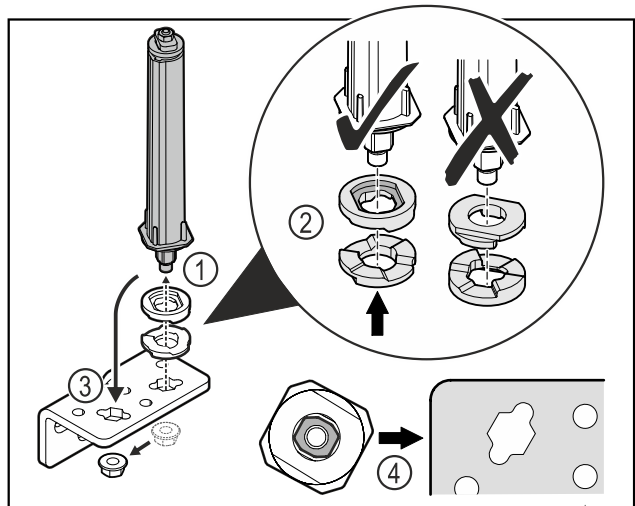

Fig. 47
- ▶ Λύστε το παξιμάδι και αφαιρέστε το σύστημα κλεισίματος πόρτας Fig. 47 (1).
- ▶ Βεβαιωθείτε για τη σωστή ευθυγράμμιση των ροδελών ρύθμισης ύψους Fig. 47 (2).
- ▶ Μεταφέρετε το σύστημα κλεισίματος πόρτας στη γωνία μεντεσέ και στερεώστε με το παξιμάδι Fig. 47 (3).
- ▶ Κατά την τοποθέτηση βεβαιωθείτε για τη σωστή ευθυγράμμιση του συστήματος κλεισίματος πόρτας Fig. 47 (4).